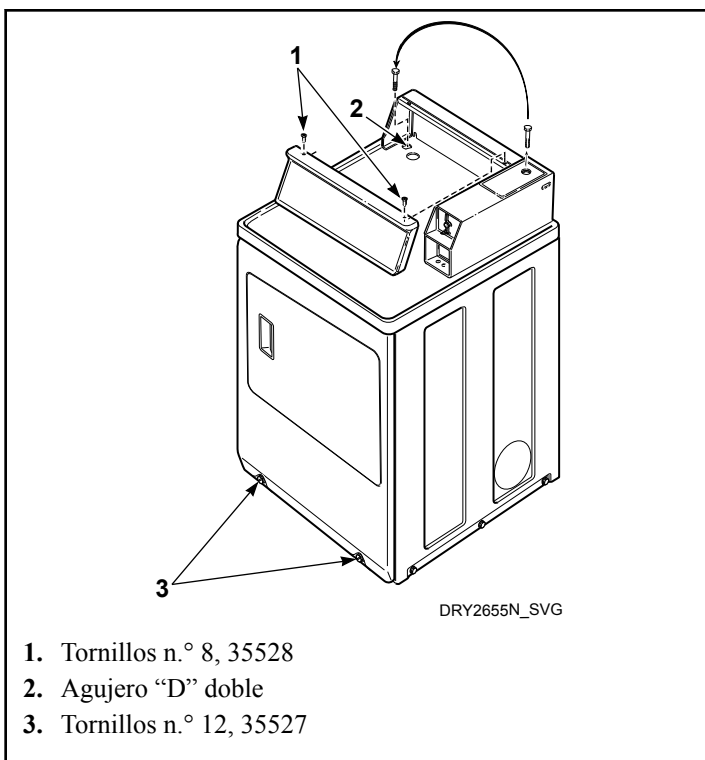

Figura 40
1. Quite el tornillo Phillips de la puerta de servicio (consulte la *Figura 40*).